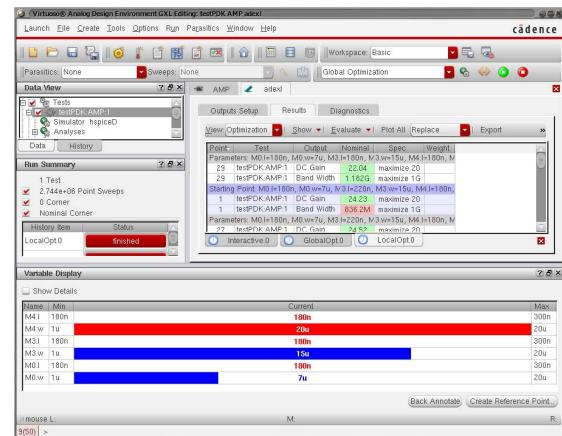

図 94: Variable Display による結果の確認
1. ADE GXL ウィンドウのメニューから、Window > Assistants > Variable Display と実行すると、図 94 に示すように ADE GXL ウィンドウの下部に、最適化結果の変数の値が表示される。Results タブ内の Parameters と書いてある灰色の部分をクリックして Points をいろいろと選択し、結果の表示が変わることを確認すること。Variable Display ウィンドウでは、使用している値が指定したスイープ範囲の上限または下限に当たっている場合に数値が赤字で表示される。この場合、スイープ範囲を広げることでより最適なパラメタが見つかる可能性がある。